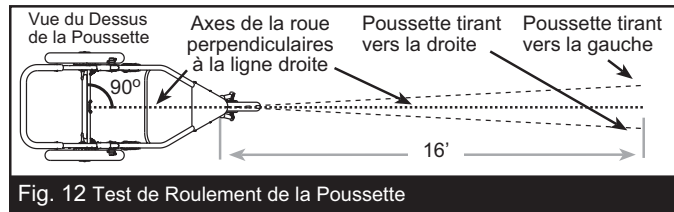

Fig. 12 Test de Roulement de la Poussette
Remarque importante: Le réglage de l'alignement ne pourra se faire que lorsque la fourche de la poussette est en position fermée (mode jogging). Effectuez le test de roulement tel qu'il est décrit ci-dessous. Nous vous recommandons d'être à deux afin d'effectuer ce test, pour que la deuxième personne puisse attraper et vous renvoyer la poussette. La Fig. 12 illustre la démarche à suivre pour effectuer ce test de roulement.
d. Si la poussette tire de façon constante vers la gauche ou vers la droite alors qu'elle est poussée droite, passez aux étapes ci-dessous, ceci jusqu'à ce que l'alignement soit satisfaisant. La Fig. 12 illustre la manière d'interpréter les résultats.